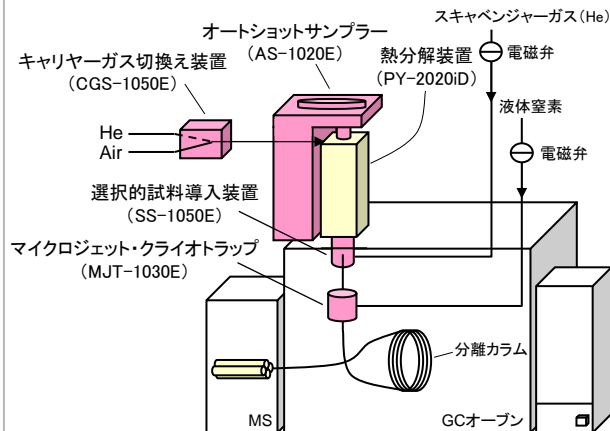

図1 空気雰囲気中におけるパイログラムの自動測定システム
**【方法】** 構築したPy-GC/MSシステムを図1に示す。ダブルショット®・パイロライザーをGCのスプリット/スプリットレス注入口に直結し、分離カラムを介してMSへと接続して用いた。また、パイロライザーへのキャリアーガスは、キャリアーガス切替装置により、ヘリウムと空気を任意に切り替えられる流路とし、GC注入口下部には選択的試料導入装置を設け、GC注入口からのガスを任意に分離カラムへ導入・排気できる構造とした。さらに、分離カラムの入り口付近は、マイクロジェット・クライオトラップにより-196℃付近まで冷却し、熱分解生成物の冷却捕集を可能とした。